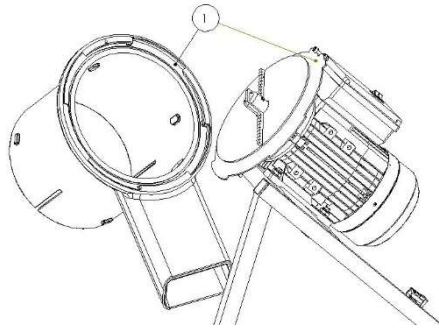

Fig.1
- 1) Befeuchten Sie die Innenfläche des Zerkleinerungsrohrs und der Motorbefestigungsplatte mit Wasser. **Abbildung 1.**